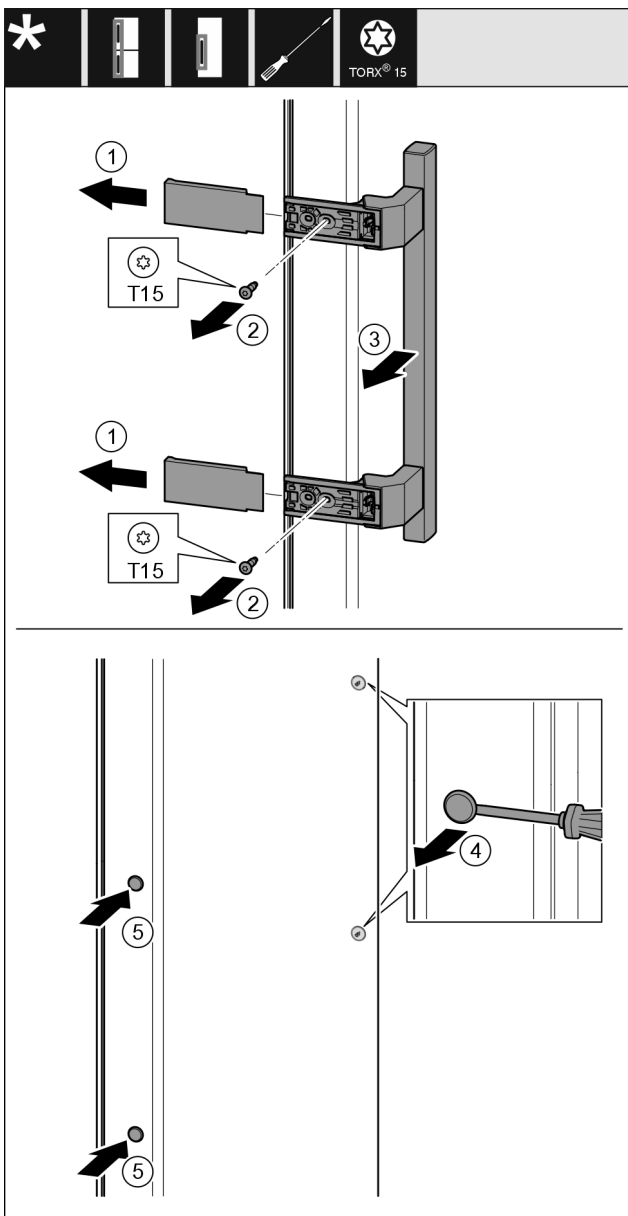

Fig. 33
- Snemite pokrov Fig. 33 (1).
- Izvijte vijake Fig. 33 (2) z izvijačem.
- Snemite ročaj Fig. 33 (3).
- Previdno dvignite stranski čep Fig. 33 (4) s ploščatim izvijačem in ga izvlcite.
- Vstavite čep Fig. 33 (5) nazaj na drugi strani.